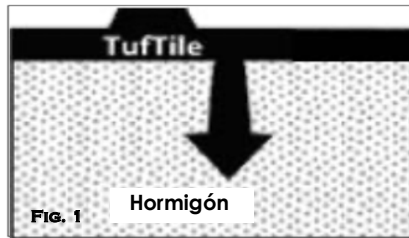

FIG. 1
2. Slowly press tile into concrete starting at one side and continue placement until flush with the surface. **(Fig. 1) IMPORTANT: Do not stand on tile during installation.** For Radius or Connected Tiles, see box below.
2. Despacio y con cuidado ubique la baldosa en el hormigón empezando por un lado y continuando hasta que la baldosa entera sea uniforme con la superficie. (Fig. 1) **IMPORTANTE: No se pare encima de la baldosa durante la instalación.** Para el Radio o las Baldosas Conectadas, vea la caja más abajo.